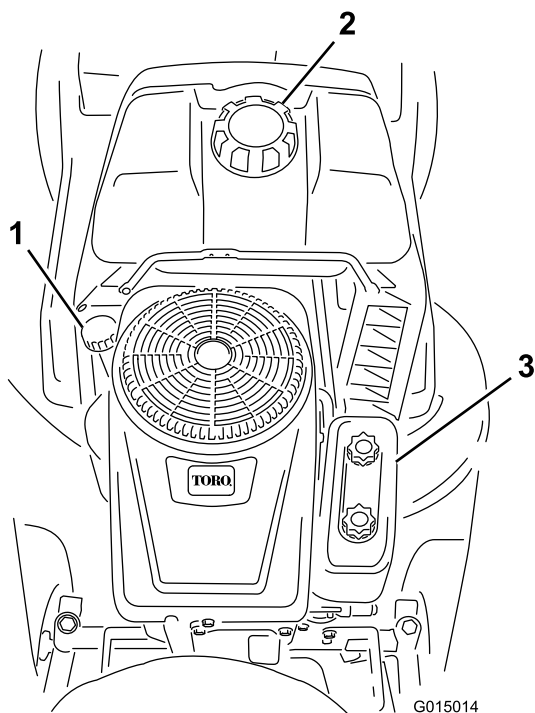

Figura 17
5. Pulite attorno all'asta di livello (Figura 17) in modo che la morchia non possa penetrare nel foro di rifornimento e danneggiare il motore.
- Versate lentamente circa l'80% della quantità indicata d'olio nel foro di rifornimento (Figura 17). Controllate il livello dell'olio; vedere le voci 6 e 7 della sezione Controllo del livello dell'olio.